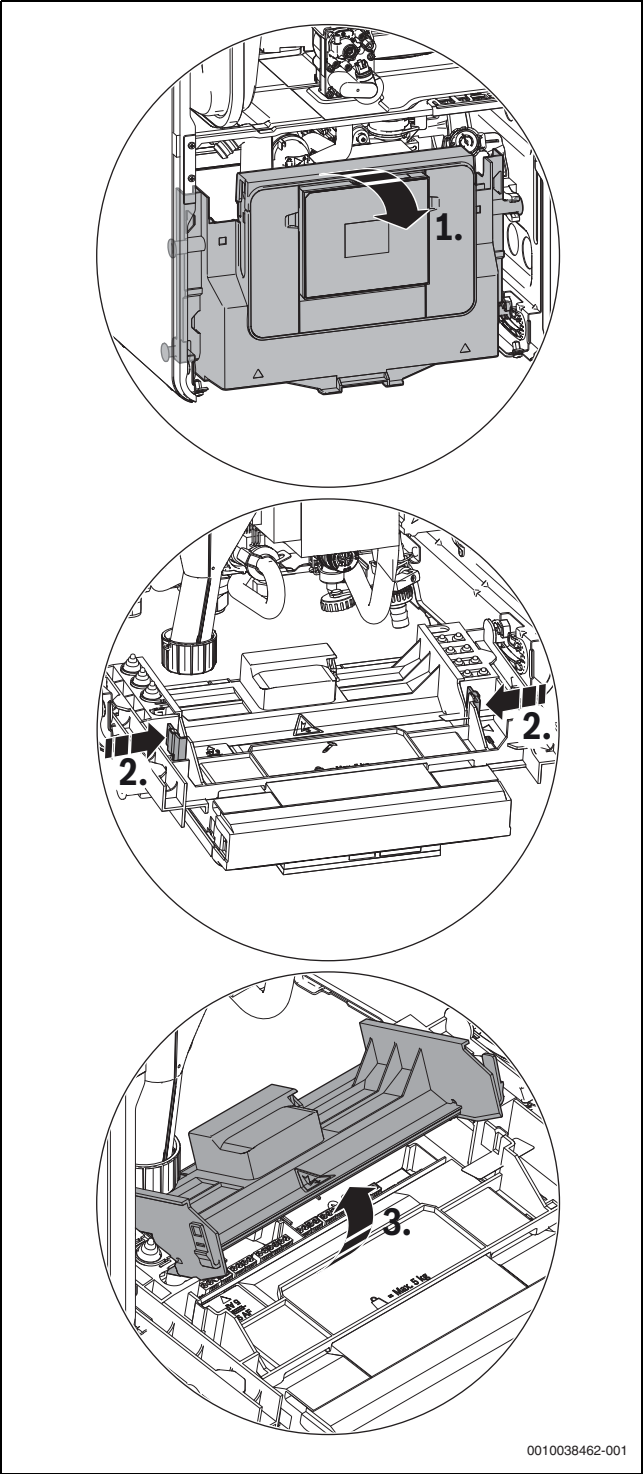

Fig. 40 Rabatarea capacului în poziție deschisă
- Rabatați dispozitivul de comandă în jos (→ Fig. 40).